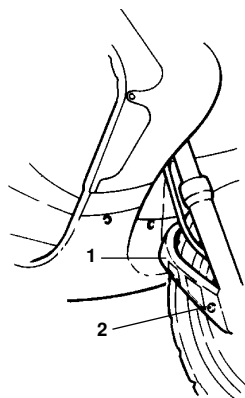

Fig. 30
- Rimuovere il paraschizzi (1 - Fig. 30) tramite le viti (2) da ambo i lati.
- Remove the dust shield (1 - Fig. 30) by unscrewing the screws in both sides.